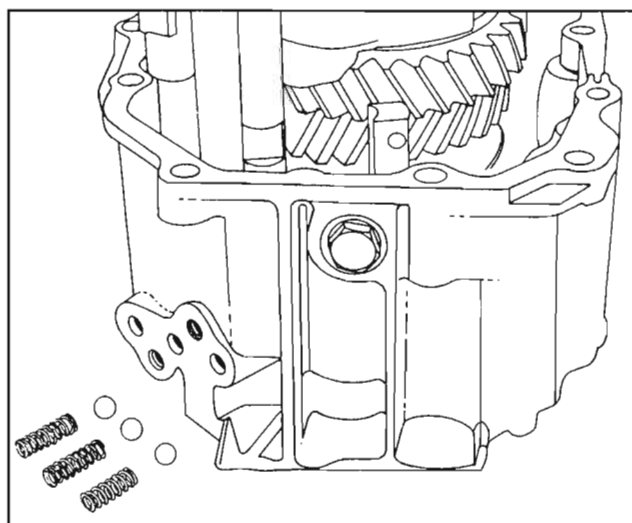

Fig. 97
Coloque 3 bolas - de 8mm de diametro - (138) y el muelle del fijador en los agujeros de la carcasa. El muelle del fijador sirve para cerrar las varillas de 1ª/2ª y 3ª/4ª mientras que el muelle del fijador más corto y duro (141) sirve para la varilla de cambio de marcha atrás/5ª. *Fig. 97*